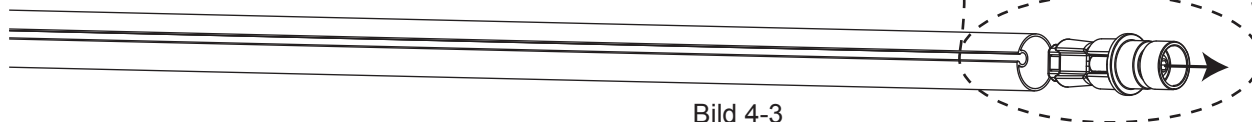

Bild 4-3
**4-1-C :** Mit Hilfe des 6mm Inbusschlüssels, lösen Sie die M10 x 85mm SBHCS der Walzenendkappe, aber nicht vollständig. Lösen Sie den Bolzen, bis er über die Walzenendkappe vorsteht. Halten Sie die Schiene senkrecht mit der Walzenendkappe nach unten und stoßen Sie mit dem vorstehenden Bolzenkopf auf den Boden. Dies wird die verdichtete Endkappe von der Schiene lösen. Danach nehmen Sie die Walzenendkappe aus der Schiene (Siehe Bild 4-3).